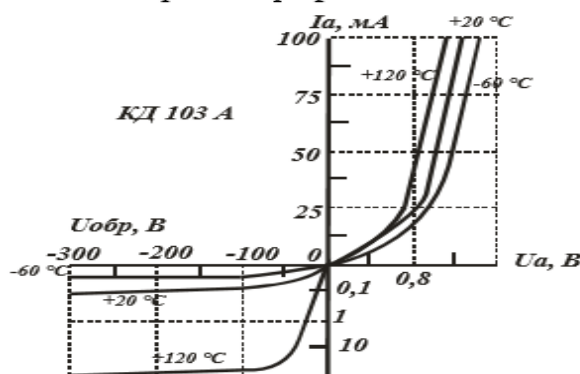

Рис. 4. 1
4.2. Используя вольт-амперную характеристику диода КД103А при $t = 20^\circ\text{C}$ (рис. 4. 1), определить сопротивление постоянному току при обратном включении для напряжений $U_{\text{обр}} = -50$; -100 ; -200 В. Построить график зависимости $R_0 = f(U_{\text{обр}})$.